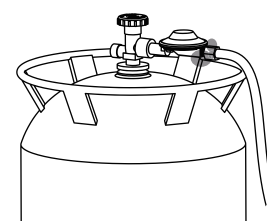

Abbildung 20
- Den Regler und den Schlauch (siehe Abbildung 20)